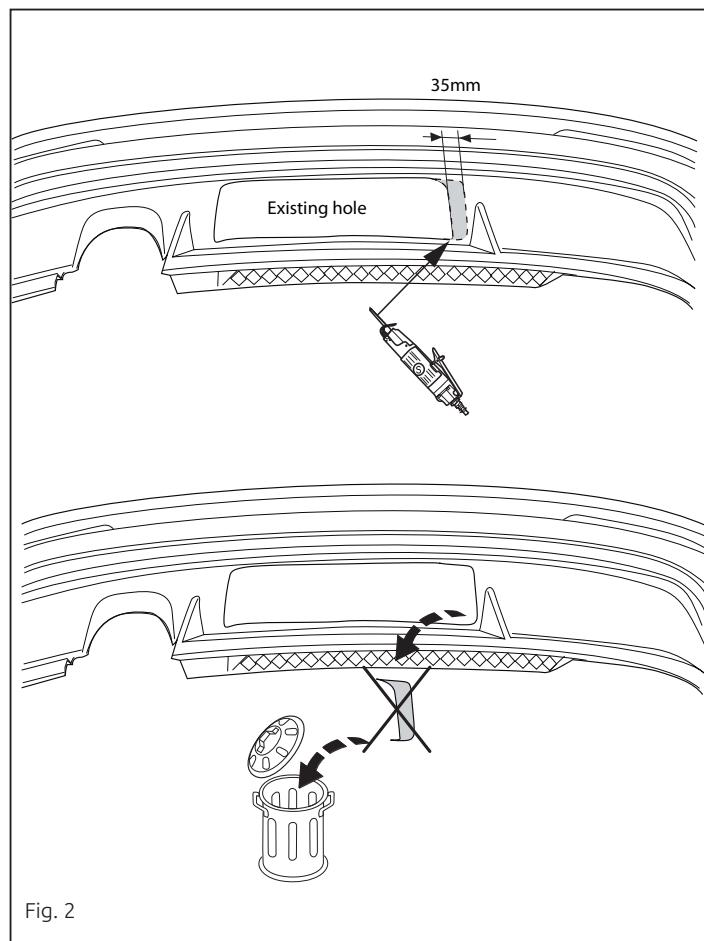

Fig. 2
5. Saw out the indicated section in accordance with figure 2.
5. Gemäß Abb.2 das angegebene Teil herausschneiden.
5. Serrer la partie inférieure confortablement à la figure 2.